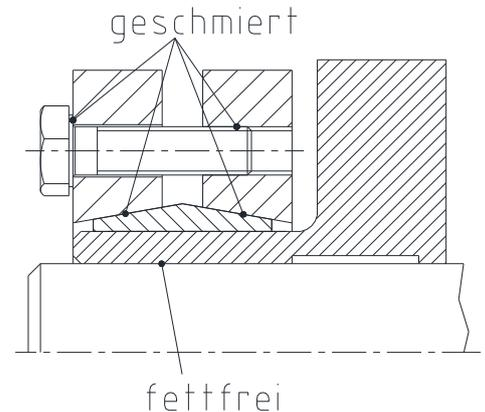

Bild 4: Reinigen/Fetten der Flächen
Verschmutzte oder gebrauchte Spannsätze sind vor dem Einbau zu demontieren und zu reinigen. Anschließend sind die Kegelflächen, die Gewinde und die Auflageflächen der Schraubenköpfe mit Molykote MoS₂ zu fetten (siehe Bild 4). Zum Nachschmieren z. B. Mehrzweckfett Molykote G Rapid plus verwenden.
- Die Kontaktflächen von Nabe/Hohlwelle innen und Welle sind zu reinigen und zu entfetten (Bild 4).
Kontaktflächen von Welle und Nabenumbohrung (Hohlwelle innen) dürfen nicht gefettet oder geölt werden (siehe Bild 4).